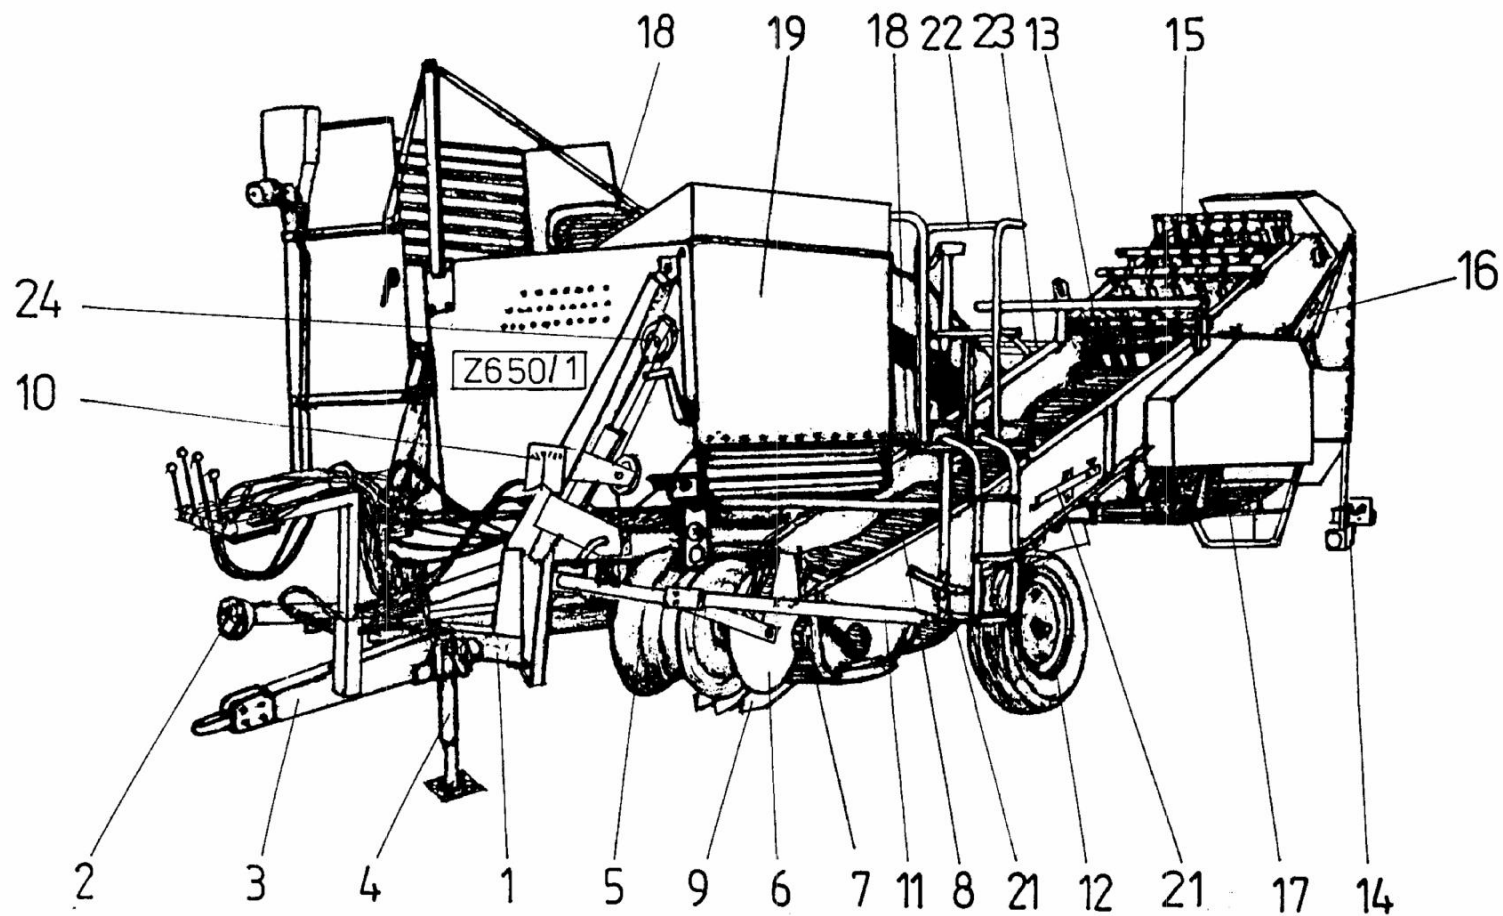

Abb.4 Vollerntemaschine Z650/1 Vorderansicht links
Die Erntemaschine Z650/1 (Abb. 4) setzt sich zusammen aus dem Rahmen, dem Fahrgestell, der Deichsel, dem Rodeapparat, den sichtenden Fließbändern (vorne und hinten), dem Kartoffelkrautabscheider, dem Fingerabstreifer, dem Quertransporter, dem Verunreinigungsabscheider, dem Sortiertisch, (Verunreinigungstransporter), dem Kartoffelbunker, dem mechanischen Antrieb, dem hydraulischen Antrieb, der elektrischen Anlage mit Signalisierung, der pneumatischen Anlage, dem Steinbehälter.
Der Rahmen (1 Abb. 4) ist geschweißt aus Blech, aus Rohren mit Kreis- und Rechteckquerschnitt. Alle anderen Bestandteile der Vollerntemaschine sind auf dem Rahmen befestigt.
Die Vollerntemaschine ist ausgerüstet mit einem drehbaren Fahrgestell das das Wenden der Maschine erleichtert und ihr Arbeit auf geneigtem Boden ermöglicht (12 Abb. 4). Das Fahrgestell besteht aus zwei bereiften Rädern, die auf Gelenkachsschenkeln drehbar montiert sind. Die Halbachsen sind verschiebbar am Rahmen montiert und mit Schrauben befestigt. Diese Befestigung ermöglicht die Anpassung des Radabstands an die Zwischenbeetbreite. Der vom Werk eingestellte Radabstand zur Arbeit in Beeten von 75 cm beträgt 2105 mm. Die Räder werden zum Straßentransport auf den Abstand 2029 mm gebracht.
Die Deichsel (3 Abb. 4) dient zum Verbinden der Vollerntemaschine mit dem Schlepper und zum Sicherstellen des richtigen Funktionierens unabhängig von der Zwischenbeetbreite. Die Deichsel ist zu diesem Zweck über ein Gelenk mit dem Rahmen der Vollerntemaschine verbunden. Mit Hilfe eines Schraubenverstellmechanismus kann seine Lage in der horizontalen Ebene geändert werden, somit kann die Vollerntemaschine relativ zur Schlepperlängsachse verstellt werden.
Der Rodeapparat untergrabt die Kartoffeln und bringt sie auf den absiebenden Förderband. Der Rodeapparat besteht aus dem Rahmen (11 Abb. 4), der Leistenschar (9), den zwei Sechsscheiben (Scheibenmesser) (6), der Tastrolle (5), den Einzugsrollen (7).
Der Rahmen des Rodeapparats ist in seinem hinteren Teil durch Bolzen mit dem Rahmen der Vollerntemaschine verbunden und vorne auf einem Seil aufgehängt. Das Seil liegt auf der Laufrolle des hydraulischen Stellapparats (24 Abb. 4) das zum Heben des Rodeapparats in die Transportlage dient.
Der vordere Siebtransporter (8 Abb. 4) nimmt die durch die Schar untergrabene Furche mit Kartoffeln auf, trennt den Boden ab, transportiert das übriggebliebene Material zum Kartoffelkrautabscheider und zum hinteren Transporter.
Der Siebtransporter besteht aus Stahlstäben, die zu zwei gummierten Zahnbänder befestigt sind. Der Siebtransporter ist gestützt auf den Trag- und Wenderollen. Das Arbeitsteil des Siebtransporters ist geschüttelt durch zwei Paar von elliptischen Schüttelelementen (21 Abb. 4), die auf einer in den Wänden des Rodeapparats befestigten Achse gehalten werden.
Der hintere Siebtransporter (13 Abb. 4), untergebracht innen im breitteiligen Krautabscheider, dient zum abtrennen des Bodens und zum übergeben des bearbeiteten Materials zum Fingerabstreifer.
Der Krautabscheider (15 Abb. 4) dient zum Abtrennen von Kräutern aus dem verarbeiteten Bodenwerk.
Der Fingerabstreifer (16 Abb. 4) besteht aus dem Fingerband, aus der unteren Antriebswelle, der oberen Antriebswelle, den zwei Seitenwänden, aus dem abstreifenden Flachschieber und dem Mechanismus zum Einstellen der Neigung des Fingerabstreifers.
Der Quertransporter (17 Abb. 4) besteht aus dem Noppenband, dem Rahmen und der Antriebs- und der Spannwellen. Das Noppenband besteht aus den Stäben, die mit elastischen Abdeckungen abgedeckt sind, die an die gummierten Textilbänder angenietet sind.
Der Verunreinigungsabscheider (23 Abb. 4) besteht aus dem oberen Rahmen auf dem zwei umlaufende Fingerabstreifer angehängt sind. Am rechten Abstreifer wurde direkt der hydraulische Antrieb befestigt, der die beiden miteinander mittels einer Gelenkwelle verbundenen Fingerabstreifer antreibt.
Der Sortiertisch (18 Abb. 4) besteht aus dem Rahmen, zwei Stabtransportern: einem zum Sortieren und dem anderen zum laden, ferner aus zwei Siebscheiben und den Abwurfschächten für die Antriebsverunreinigungen.
Der Kartoffelbunker (19 Abb. 4) befindet sich im vorderen Teil der Vollerntemaschine und dient zur vorübergehenden Aufbewahrung der Kartoffeln und – nach dem Auffüllen – zum Verladen auf den Anhänger. Der Bunker besteht aus dem Gehäuse und dem Ausleger, dem Fußbodentransporter, der Antriebs- und der Rücklaufwelle, dem Kettengetriebe mit hydraulischem Antrieb, der Rolle für die Hebevorrichtung des Ladetransporters u.ä.
Die Anlagen der Vollerntemaschine empfangen ihre Antriebsleistung von der Schaltwelle (WOM) des Schleppers mittels einer teleskopischen Gelenkwelle (2 Abb. 4), ferner mittels der Zapfwelle (WPM), dem Kettengetriebe, der Zwischenwelle, der Gelenkwelle mit Überlastkupplung, dem Ketten- und Bandgetriebe, dem Kegelzahngetriebe.